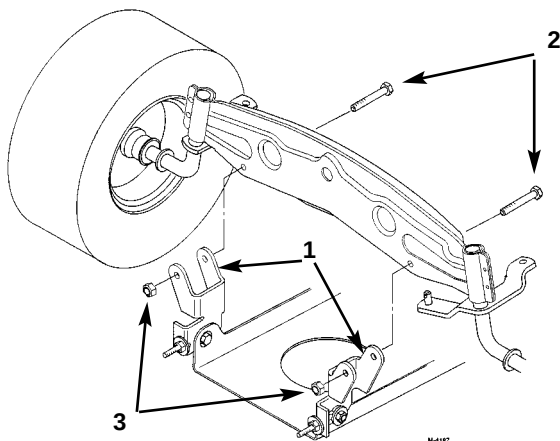

Fig. 43
5. Montér klippeenhedens drejemonteringsbeslag på forakslen med bolte og låsemøtrikker (fig. 43).